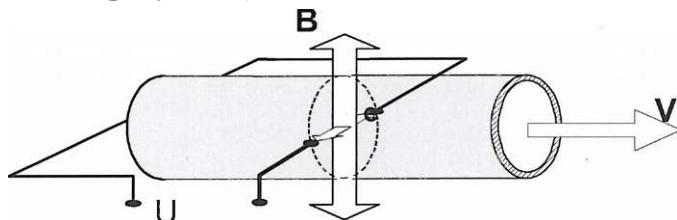

Рисунок 1
1.1.5.1 Принцип работы расходомеров основан на явлении электромагнитной индукции. При прохождении электропроводящей жидкости через магнитное поле с магнитной индукцией \mathbf{B} , в ней, как в движущемся проводнике, наводится ЭДС e , пропорциональная скорости жидкости V (рисунок 1).